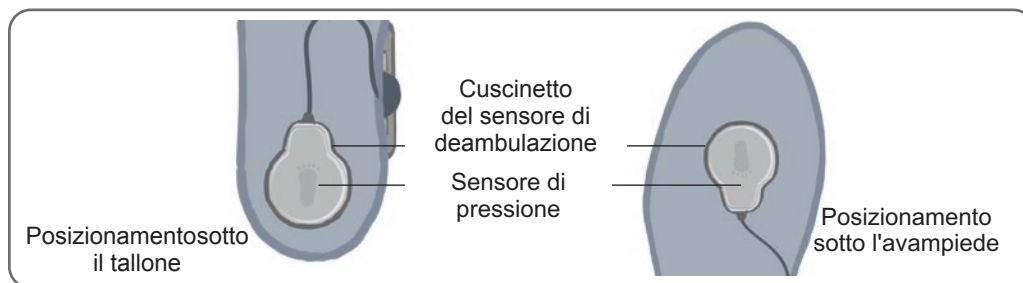

Figura 8-13: Posizionamento del sensore piede nella scarpa
4. In caso di posizionamento sotto il tallone, dirigere il filo del sensore piede verso la punta della scarpa. In caso di posizionamento sotto l'avampiede, dirigere il filo del sensore piede verso il tacco della scarpa. Attaccare il sensore di pressione al cuscinetto del sensore piede (Figura 8-13).